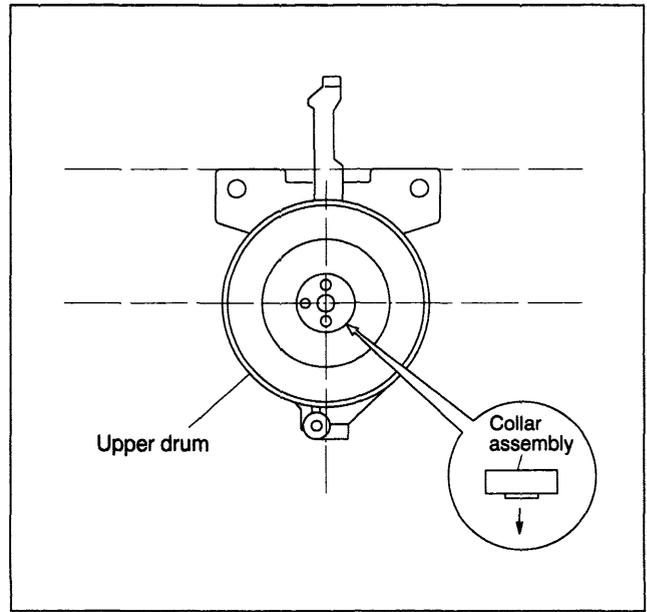

Fig. 2-2-41
- (3) Posicione o conjunto colar como indicado na Fig 2-2-41 enquanto controla seu movimento vertical